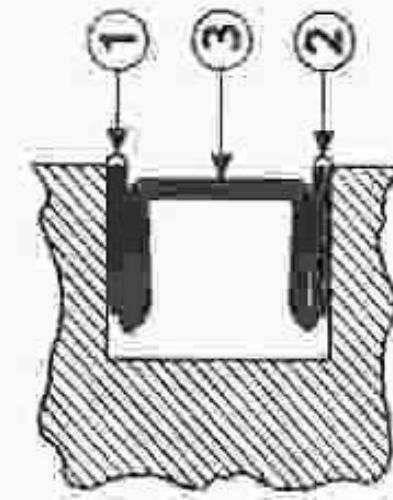

Fig. 1. — Assemblage d'un segment Perfect-Circle.
Ces segments comportent trois éléments : deux anneaux fléchis et une tige (fig. 1) en acier chromé sur la face extérieure de frontonni un intermédiaire expandeur (3), également en acier, qui gèle,